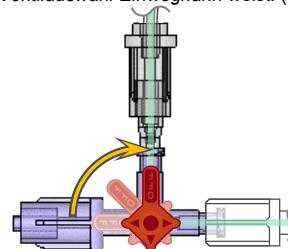

Abbildung 3 – DyeVert Power XT-Einweghahn ZU
- 9) Drehen Sie die Aufschrift „OFF“ (ZU) des DyeVert Power XT-Einweghahns so, dass sie auf den Ventilauswahl-Einweghahn weist. (Siehe Abbildung 3)